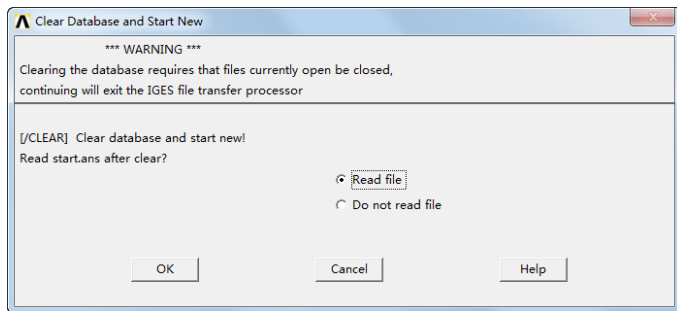

图 3-8 建立新的文件
① 选择实用菜单 Utility Menu: File > Clear & Start New…。
② 在打开的“Clear Database and Start New”对话框中，选择“Read file”，单击“OK”按钮，如图 3-8 所示。